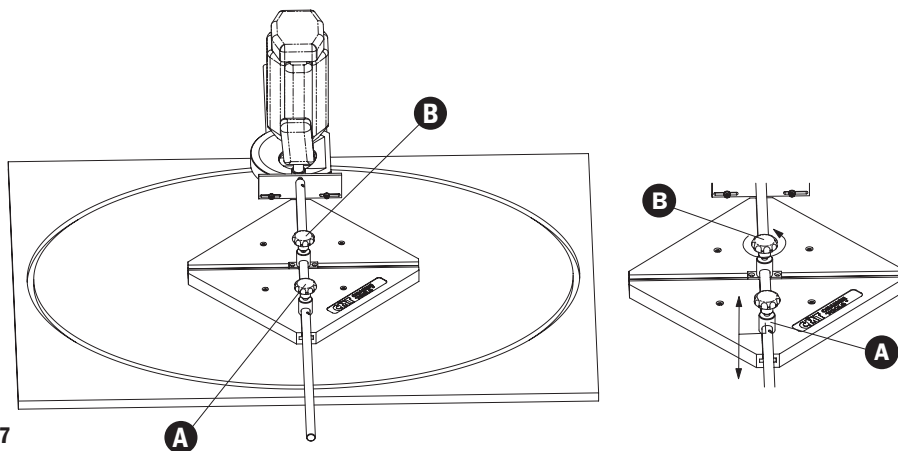

Fig. 7
(Fig. 7) Tourner la défonceuse de 90°. La structure en plastique (1) n'est pas tournée, la coulisse entière (B) se trouve au centre de la structure. Déterminer la longueur du demi-axe mineur souhaité en déplaçant la rallonge (4) et (5) dans le pivot de la coulisse (B); la coulisse entière est encore serrée (A). Une fois que le demi-axe mineur est déterminé, serrer le volant a lobes (7) de la coulisse entière (B).